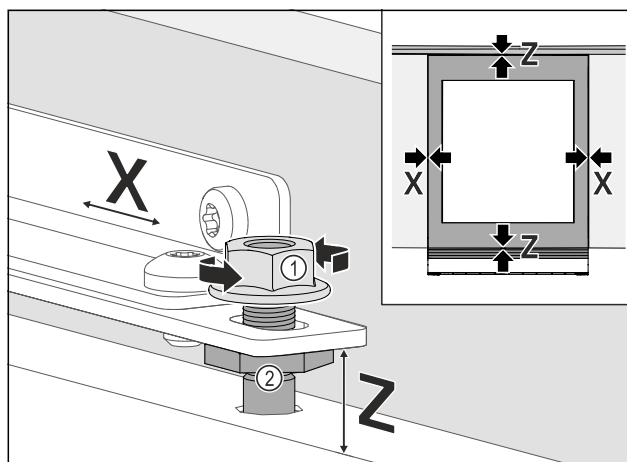

Fig. 46
- Vrata pohištva stransko poravnajte: Sprostite Fig. 46 (1) protimatico, vrata pohištva potisnite v smer X.
- Privijte Fig. 46 (1) protimatico.
- ▶ Vrata pohištva naravnajte na višino **Z** stranske poševnine: Nastavite Fig. 46 (2) nastavitveni zatič.